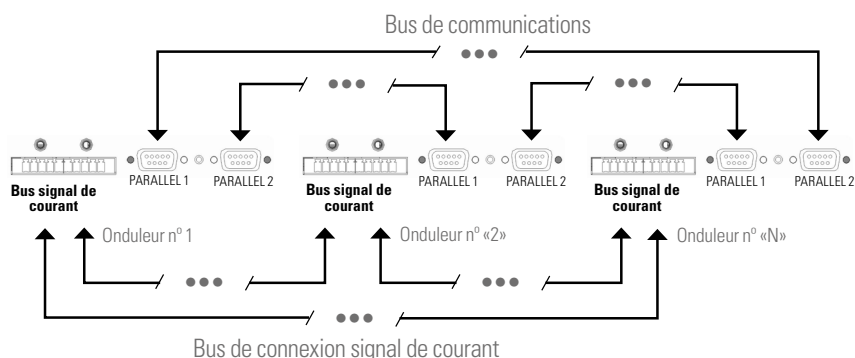

Fig. 65. Connexion bus de communication et signal de courant.
- **Bus de signal de courant.** Pour connecter le signal de courant entre deux équipements, veuillez utiliser le câble pourvu de connecteurs aux extrémités, comme il est illustré à la Fig. 65. Pour finir, il est essentiel de fermer la boucle du bus entre le dernier et le premier équipement.